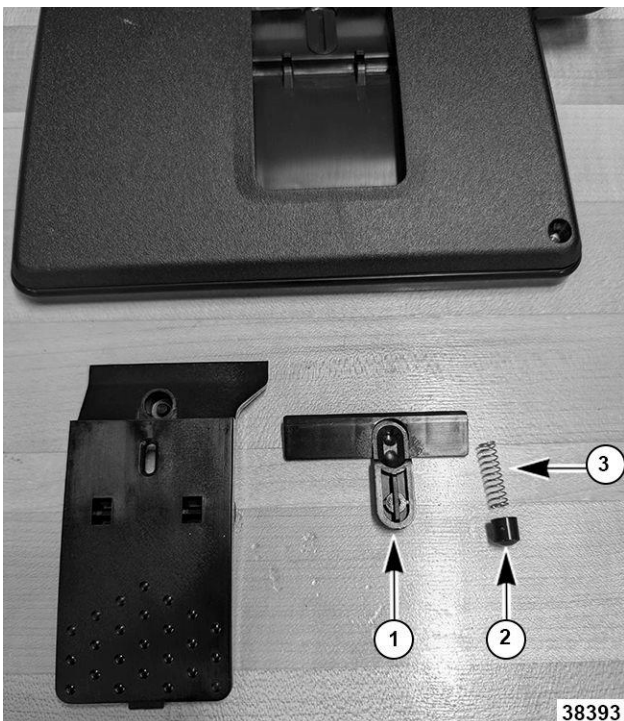

Fig. 67
7. Retire la "T" (1, fig. 67).
8. Retire la tapa (2, fig. 67).
9. Retire el resorte (3, fig. 67).